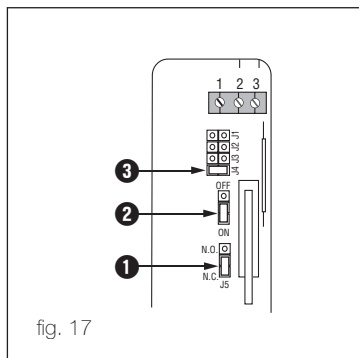

fig. 17
7.4 Composants du produit (fig.17)
- Cavalier ❶ pour l'entrée 2-3.
- Cavalier ❷ pour l'ampoule Reed.
- Cavalier ❸ pour l'entrée 1-2.